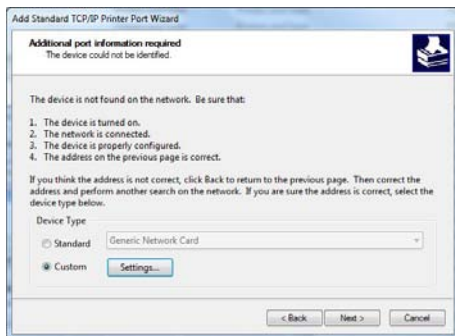

Abbildung 44: Benutzerdefiniert
- Wählen Sie nach der Erkennung "Benutzerdefiniert" aus und klicken Sie auf "Einstellungen..." (siehe Abbildung 44).